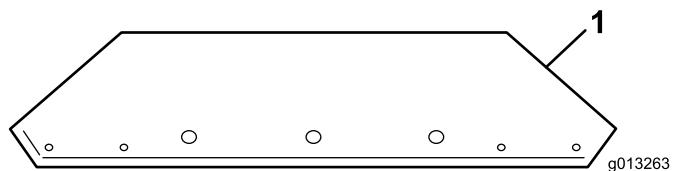
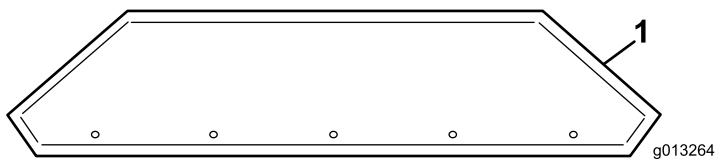

Figura 10
Figura 11
1. Retire las extensiones de la tolva del embalaje e identifique la extensión delantera y la trasera (Figura 10 y Figura 11).